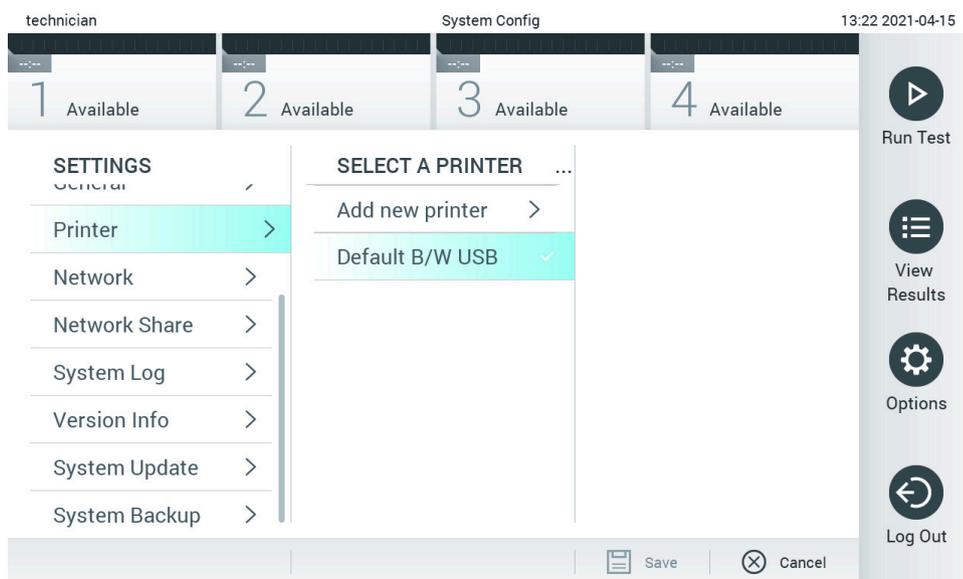

Figura 74. Selecionando uma impressora para o sistema.
3. Selecione uma impressora a partir da lista de impressoras disponíveis (Figura 74).